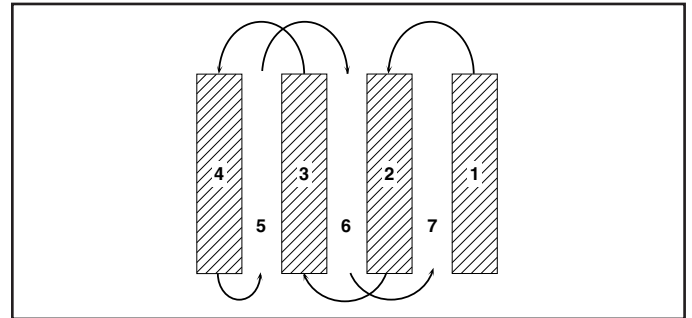

Fig. 9
- Va a descubrir que el labrado se facilita si deja una fila sin labrar entre las pasadas. Entonces vuelva de nuevo entre las filas de cultivo (Vea la Fig. 9). Hay dos razones para hacer esto. Primero, las vueltas amplias se pueden realizar con más facilidad que las cerradas. Segundo, la cultivadora no estará empujándose a sí misma y a usted hacia la próxima hilera.